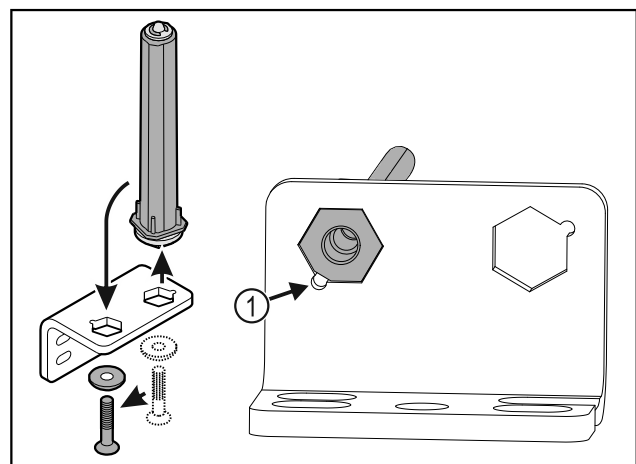

Fig. 35
- Dbajte na to, aby pri nasadzovaní ukazoval úkos čapu Fig. 35 (1) k okrúhlemu otvoru.